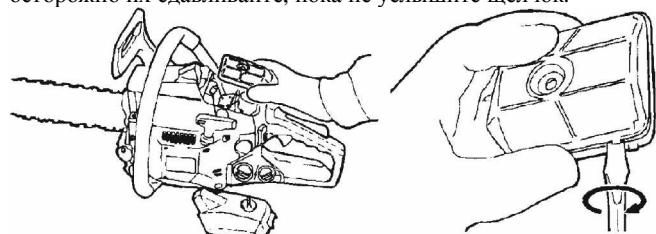

Рис. 16.
1. Воздушный фильтр. См. Рис. 16.